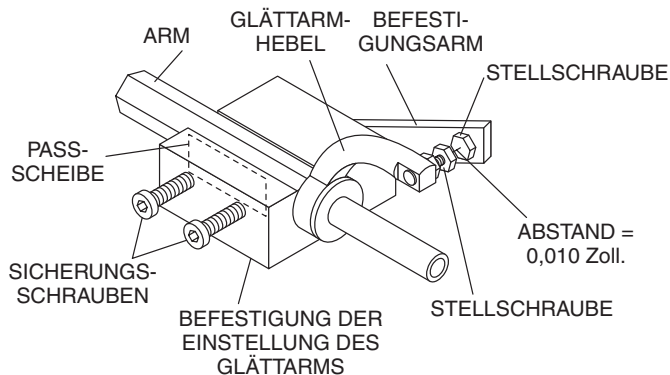

Abbildung 42. Befestigungselemente für die Einstellung des Glättarms
- Lösen Sie die Befestigungsschrauben auf dem Einstellwerkzeug und positionieren Sie den Glättarm im Befestigungskanal wie auf Abbildung 42. Es kann eine dünne Passscheibe erforderlich sein, um die Trennscheibenöffnungen auf dem Glättarm abzudecken. Stellen Sie sicher, dass die Stellschraube des Glättarms mit der Stellschraube der Befestigung ausgerichtet ist.
- Stellen Sie den „Schraubenabstand“ wie in Abbildung 42 für einen der Arme ein. Die anderen Arme werden so ausgerichtet, dass sie diesem Abstand entsprechen.